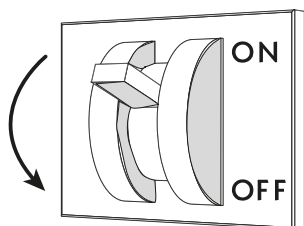

Fig. 20
- Retirar a tensão elétrica ao balcão através do interruptor seccionador geral colocado na parede ("Fig. 20").